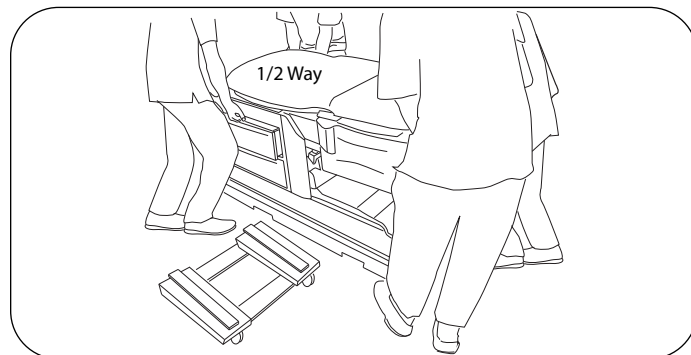

Figure 22. Points de levage arrière
1. Pour des raisons de sécurité, transférer la table sur le chariot en deux étapes. Soulever la table verticalement, la déplacer à moitié hors de la palette et l'abaisser (Figure 22).